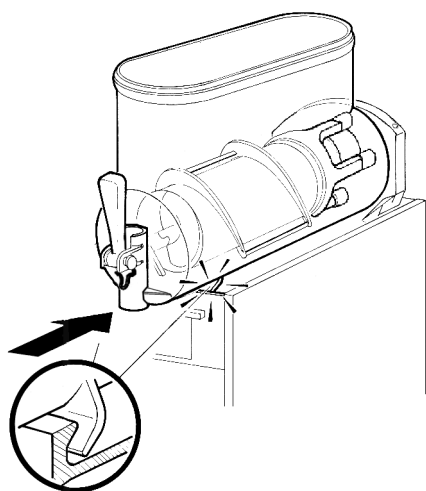

figura 14
**7** Montare il contenitore e spingerlo verso la parete posteriore, accertandosi che calzi completamente sulla guarnizione e che contemporaneamente i suoi agganci inferiori siano impegnati negli appositi risalti del piano gocciolatoio (vedere figura 14).